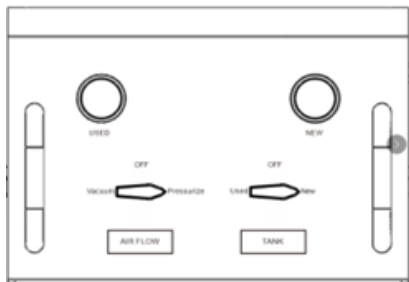

Fig 9.
à l'extérieur "TANK" « Réservoir » à la position "New" « Nouveau » (Fig. 9), ouvrez la soupape dans le réservoir de fluide neuf (bleu) (Fig. 8), puis ouvrez la soupape d'air plus haut pour ajouter de l'antigel neuf au véhicule.
l'antigel neuf dans le véhicule à travers le réservoir de trop-plein. Comme illustré ci-dessus dans les Fig.8 et Fig.9.
5. Démarrez le moteur et vérifiez le niveau d'antigel. Si le niveau d'antigel baisse, tournez la valve gauche « DÉBIT D'AIR » du panneau en position « Pressuriser », la valve droite « RÉSERVOIR » en position « Nouveau » (Fig.9), ouvrez la valve sur le tuyau du nouveau fluide (rouge) (Fig.8), puis ouvrez la valve d'air de l'atelier pour ajouter plus d'antigel neuf au véhicule.
5. Démarrez le moteur et vérifiez le niveau d'antigel. Si le niveau d'antigel baisse, tournez la valve gauche « DÉBIT D'AIR » sur la position « Pressuriser », la valve droite sur la position « Nouveau » (Fig. 9), ouvrez la valve sur le tuyau de produit neuf (rouge) (Fig.8), puis ouvrez la valve d'air de l'atelier pour ajouter plus d'antigel neuf au véhicule par le biais du réservoir de trop-plein du véhicule.